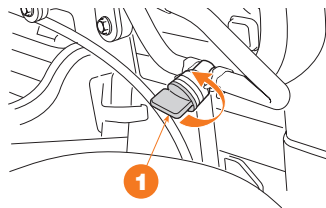

Рис. 16
**Чтобы запустить двигатель (Рис. 16):**